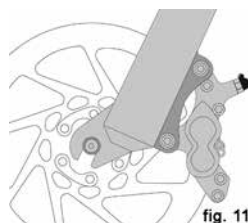
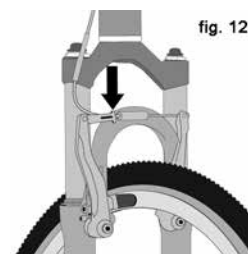

fig. 11
fig. 12
3. 自転車のブレーキの中にはディスクブレーキ(図11)やリニアブルブレーキ(図12)など制動力がとて強力的なものもあります。これらのブレーキは慣れるまで十分に気を配り、使う際には特に気を配ってください。
大半のリムブレーキはホイールを着脱する際ブレーキパッドがタイヤを妨げないようにする何らかのクイックリリース機構を備えています。クイックリリースがOPEN(オープン)の位置だとブレーキは働きません。自身のブレーキのクイックリリース機能(図12、13、14、15を参照)については購入店で説明を受け理解する必要があります。また乗る前にはその都度両方のブレーキが正確に動くか確認してください。